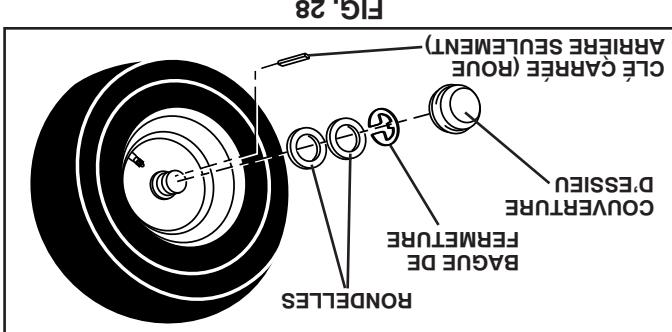

Fig. 28
- PHARAILONS (voir la Fig. 28) Fixes solidement des cales sous l'essieu.